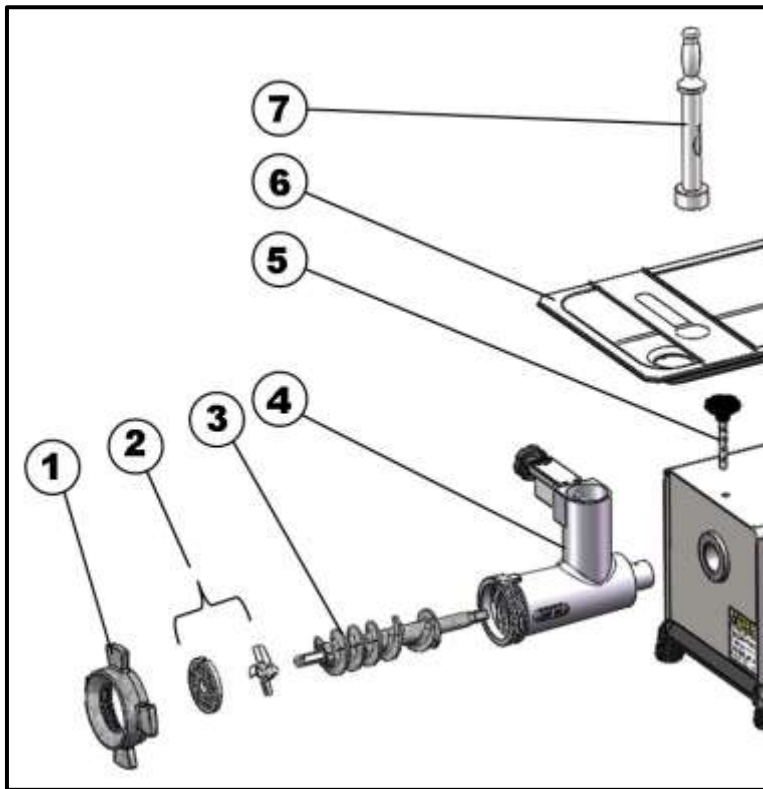
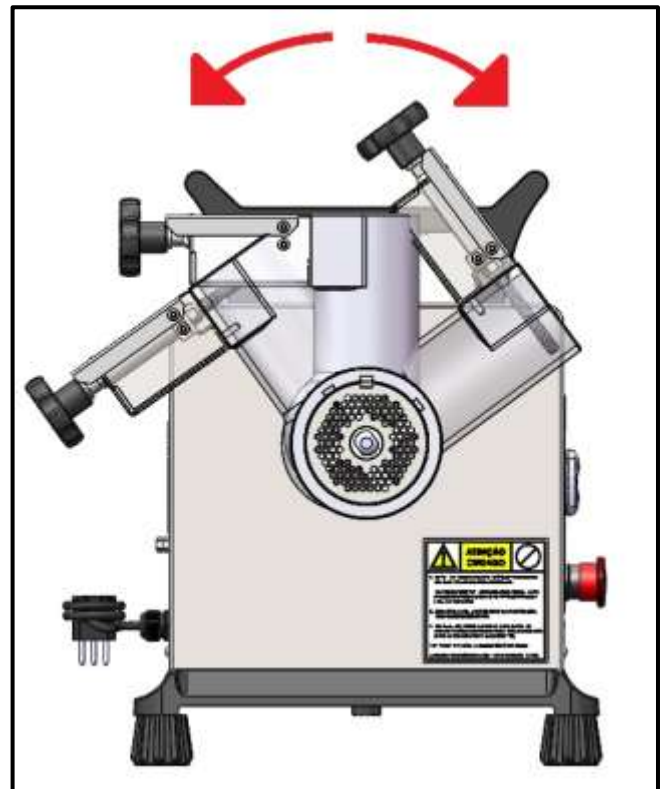

Fig. 9
Fig. 10
- Retirar o Soquete (Item 7 - Fig. 9).
- Retirar a Bandeja (Item 6 - Fig. 9).
- Soltar o Volante (Item 1 - Fig. 9).
- Retirar o conjunto de corte (Disco, Cruzeta, Anel, etc.) conforme o tipo de moagem (Item 2 - Fig.9).
- Retirar o caracol montado (Item 3 - Fig. 9).
- Soltar o Manípulo (Item 5 - Fig. 9).
- Para soltar o Bocal (Item 4 - Fig. 9), pressione-o lateralmente, como uma alavanca conforme (Fig. 10).